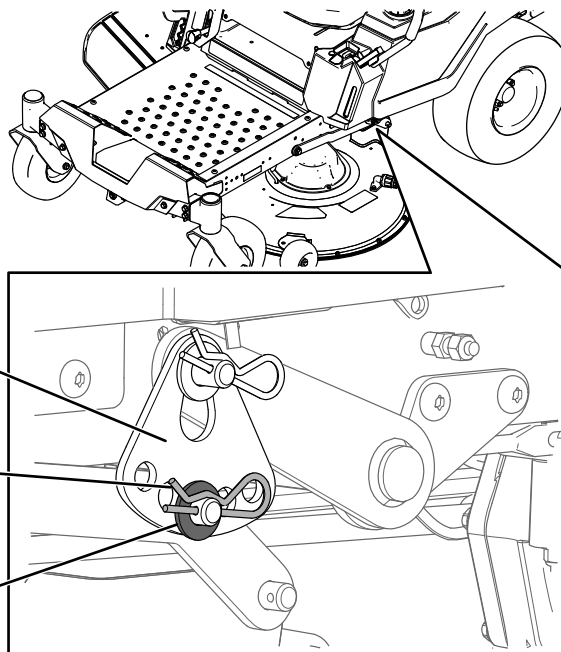

Figura 70
6. Retire la chaveta y la arandela del pasador inferior del brazo de elevación (Figura 70).